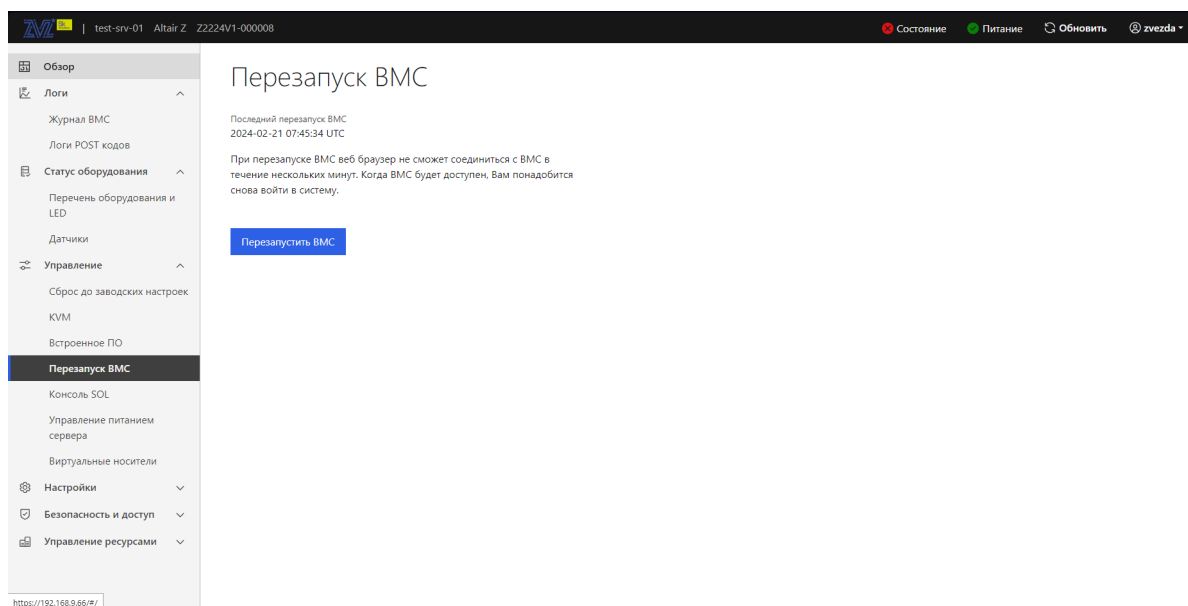

Рис. 86. Окно «Перезапуск BMC»
- 4) Пройдите во вкладку «Управление» → «Перезапуск BMC» в данной вкладке осуществляется перезапуск BMC. Нажмите на кнопку «Перезапустить BMC» для перезапуска BMC. Окно показано на рис. 86 Окно «Перезапуск BMC»